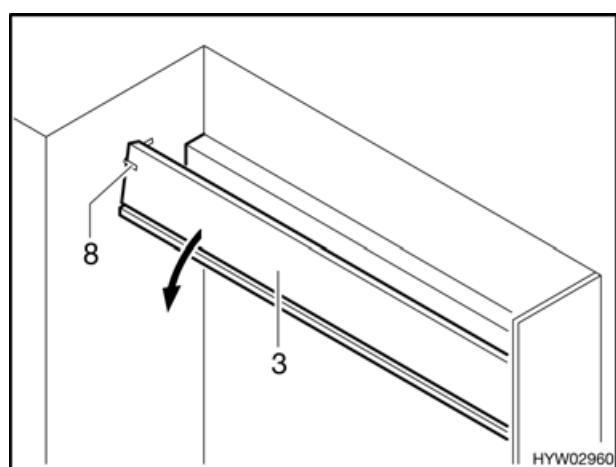

Bild 37 Während des Umbaus
- Beim unkontrollierten Abklappen des Zwischenteils (Bild 37,3) können Quetschverletzungen entstehen.
- Vor dem Abklappen des Zwischenteils (Bild 37,3) Sicherungsband (Bild 37,8) entfernen.